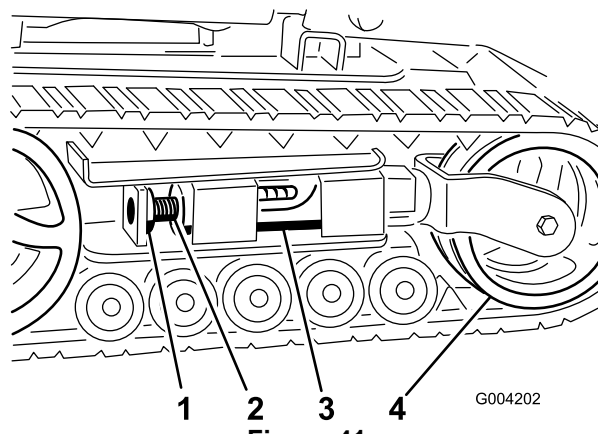
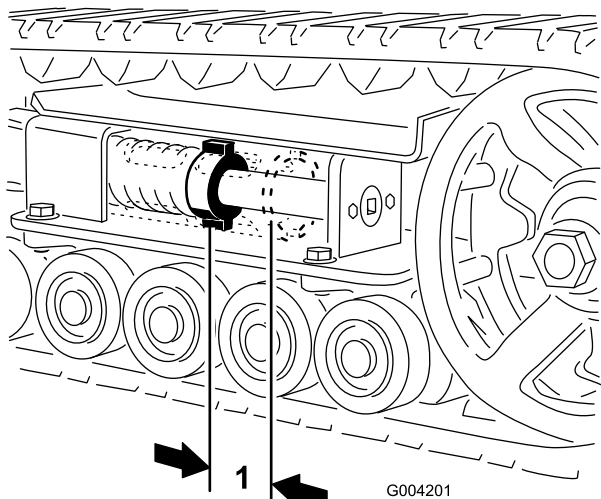
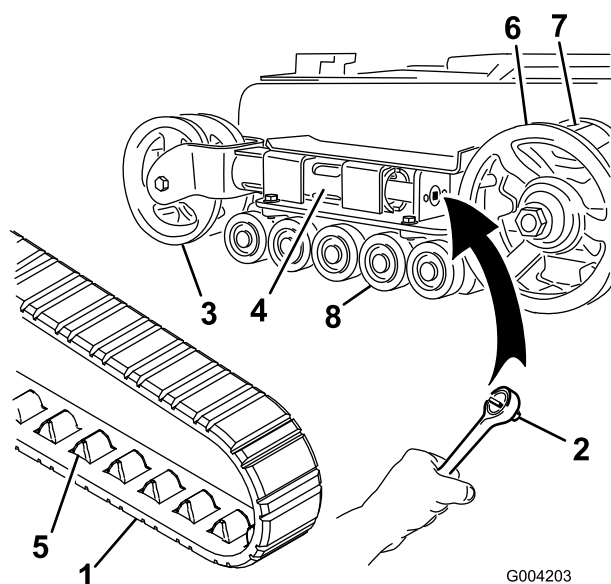

Figura 41
Figura 40
Figura 42
Deve esserci uno spazio di 7 cm tra il dado di tensionamento e la parte posteriore del tubo di tensionamento (Figura 40). In caso contrario, regolare la tensione dei cingoli eseguendo la procedura di seguito riportata:
4. Utilizzando una chiave a tubo da 1/2 pollice (13 mm) (Figura 42), girare la vite di tensione in senso antiorario fino a portare la distanza tra il dado di tensione e la parte posteriore del tubo di tensione (Figura 40) a 7 cm.
5. Allineare l'intaglio più vicino della vite di tensione al foro del bullone di bloccaggio e fissare la vite con il bullone di bloccaggio e il dado (Figura 41).
3. Togliere il bullone di bloccaggio e il dado (Figura 41).
4. Utilizzando una chiave a tubo da 1/2 pollice (13 mm), scaricare la tensione girando la vite di tensione in senso orario (Figura 41 e Figura 42).
4. Utilizzando una chiave a tubo da 1/2 pollice (13 mm), scaricare la tensione girando la vite di tensione in senso orario (Figura 41 e Figura 43).
5. Spingere la ruota di tensione verso il retro dell'unità in modo da spostare il tubo di tensione contro il telaio (Figura 42). (se non riesce a toccare il telaio, continuare a girare la vite di tensione fino ad ottenere il contatto).
7. Dopo avere liberato il cingolo dalla ruota di tensione, toglierlo dalla ruota conduttrice e dalle ruote non motrici (Figura 42).
8. Avvolgete il nuovo cingolo iniziando dalla ruota conduttrice e controllando che i denti del cingolo si alloggino tra i distanziali della ruota stessa (Figura 42).
9. Spingere il cingolo sotto e tra le ruote non motrici (Figura 42).
11. Girare la vite di tensione in senso antiorario fino a portare la distanza tra il dado di tensione e la parte posteriore del tubo di tensione (Figura 40) a 7 cm.
17. Girare la vite di tensione in senso antiorario fino a portare la distanza tra il dado di tensione e la parte posteriore del tubo di tensione (Figura 40) a 7 cm.